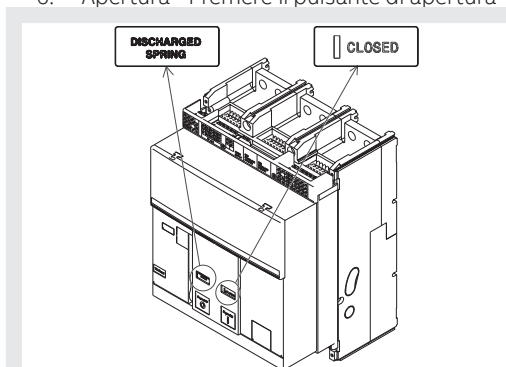

Figura 22
5. Controllare che l'interruttore sia chiuso (segnalatore aperto/chiuso "I - CLOSED"), e controllare che le molle siano scariche (segnalatore molle "bianco - DISCHARGED SPRING") come indicato in Figura 22.